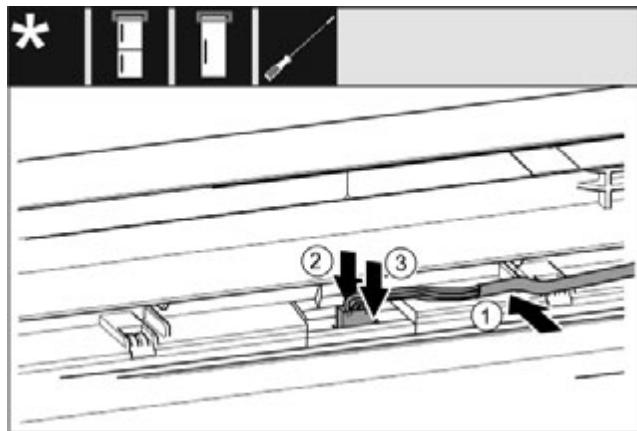

Fig. 35
- Вставте сірий кабель в направлячу в верхніх дверцях. Fig. 35 (1)
- Притисніть фіксувальний виступ назад Fig. 35 (2)
- Зафіксуйте штекер. Fig. 35 (3)